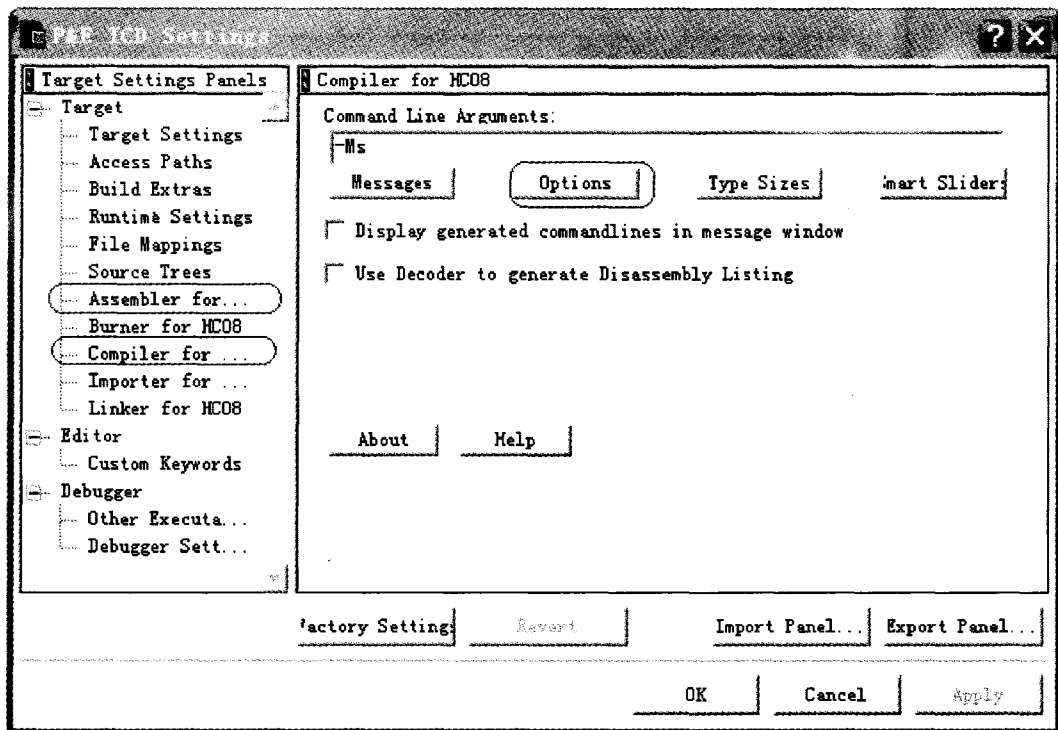

图 5.3 P&E ICD 设置窗口
② 在弹出的 P&E ICD Settings 窗口中,选择 Target 选项下的 Assembler for 分项(针对汇编语言)或 Compiler for 分项(针对 C 语言)。然后在窗口右边单击 Options 按钮(参见图 5.3: P&E ICD 设置窗口)。